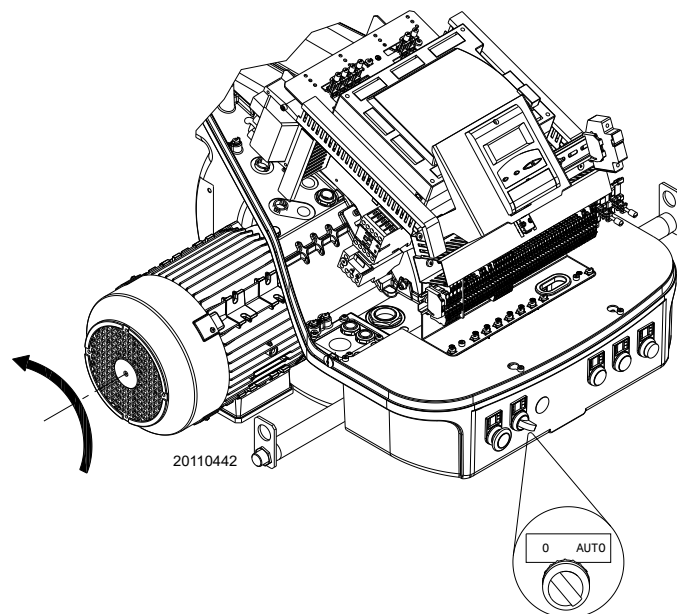

Fig. 30
Chiudere i termostati/pressostati e mettere l'interruttore di Fig. 30 in posizione "AUTO".
Se segnalano tensione, fermare **immediatamente** il bruciatore e controllare i collegamenti elettrici. Quando il bruciatore si avvia, verificare la direzione della rotazione del motore, come indicato in Fig. 30.
- mettere l'interruttore di Fig. 30 in posizione "0" ed attendere che l'apparecchiatura esegua la fase di spegnimento;
- agendo sull'interruttore "0-AUTO" di Fig. 30 a pag. 30;